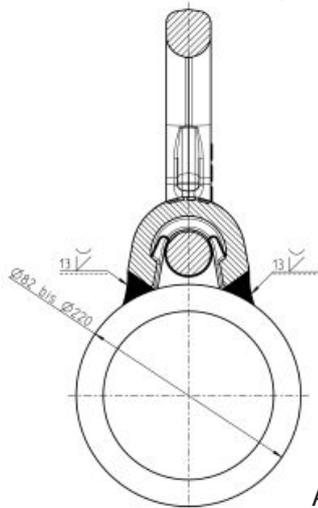

Abb. 1: HV-Naht - konkav
Der VLBS-P darf nur in Achsrichtung der gekrümmten Fläche (z.B. Rohrachse - siehe Abb. 1) angeschweißt werden. Die Schwenkachse des VLBS-P Bügels liegt dadurch immer parallel zu der Achse der gekrümmten Fläche.
- Schweißen Sie den Anschweißklotz an. Entnehmen Sie dazu sowohl Nahtart als auch Nahtgröße aus Abbildung 1 sowie Tabellen 2 und 4.